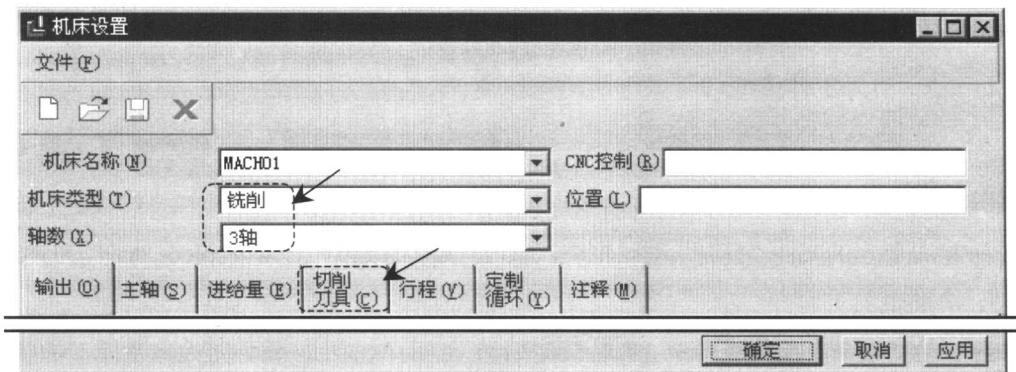

图 1.1.5 “机床设置”对话框
Step2. 机床设置。单击“操作设置”对话框中的 **机** 按钮，弹出“机床设置”对话框，在 **机床类型 (T)** 下拉列表中选择 **铣削**，在 **轴数 (X)** 下拉列表中选择 **3轴**，完成设置后的效果如图 1.1.5 所示。